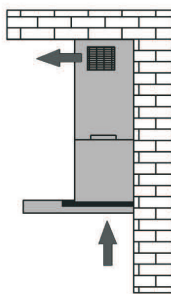

Рис. 3
2) Рециркуляция (рис. 3) - внутренняя циркуляция воздуха с использованием угольного фильтра.